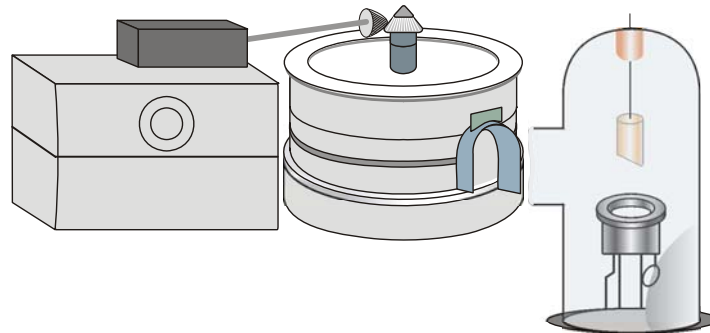

Fig. 8 Cámara de Debye-Scherrer con accionamiento de motor
- Si es necesario se coloca además el accionamiento de motor (1000662 ó 1000663), como se indica en la Fig. 8.. Primero se inserta el enchufe en el casquillo de 4 mm. Se tiene cuidado que giro de ruedas cónico no tenga obstáculos. Con la llave hexagonal interna que se entrega se puede cambiar con respecto al eje la posición del engranaje de ruedas cónicas del motor.